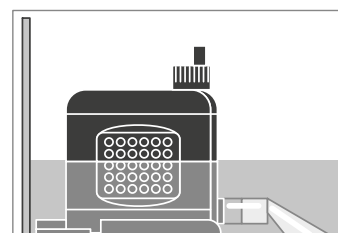

fig.7
**FILTRUL INTERN** include un sistem Venturi pentru oxigenarea apei. Pentru a funcționa în mod corect, priza de aer va fi deasupra nivelului apei fig.7. Cantitatea de aer poate fi reglată de către butonul rotativ de reglare a fluxului de aer fig.8/A. Fluxul poate fi dirijat la peste 90° rotind unitatea de filtrare fig.8/B și deflectorul fig.8/C. Fluxul de apă poate fi reglat în funcție de dimensiunea acvariului și peștii aflați în acvariu de către butonul rotativ de reglare a fluxului fig.8/D.